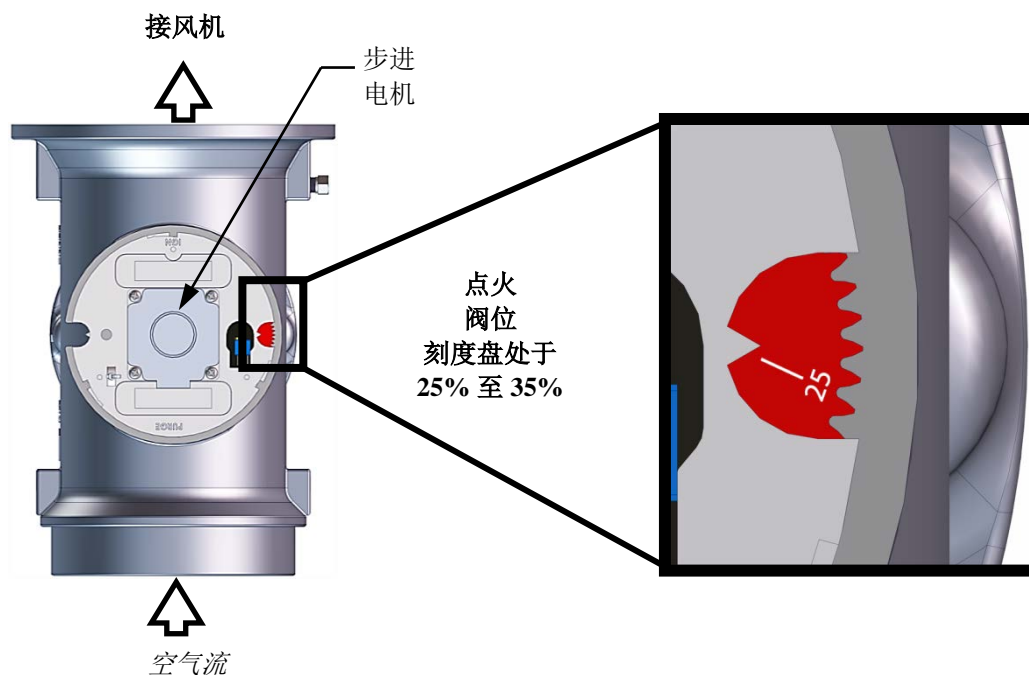

图 3-6: 点火位置的空气/燃料阀
- (a) 空气/燃料阀将旋转至低火（点火位置）位置并关闭点火开关。空气/燃料阀（图 3-6）的刻度盘将显示 **25** 到 **35** 之间，表示阀门处于低火位置。